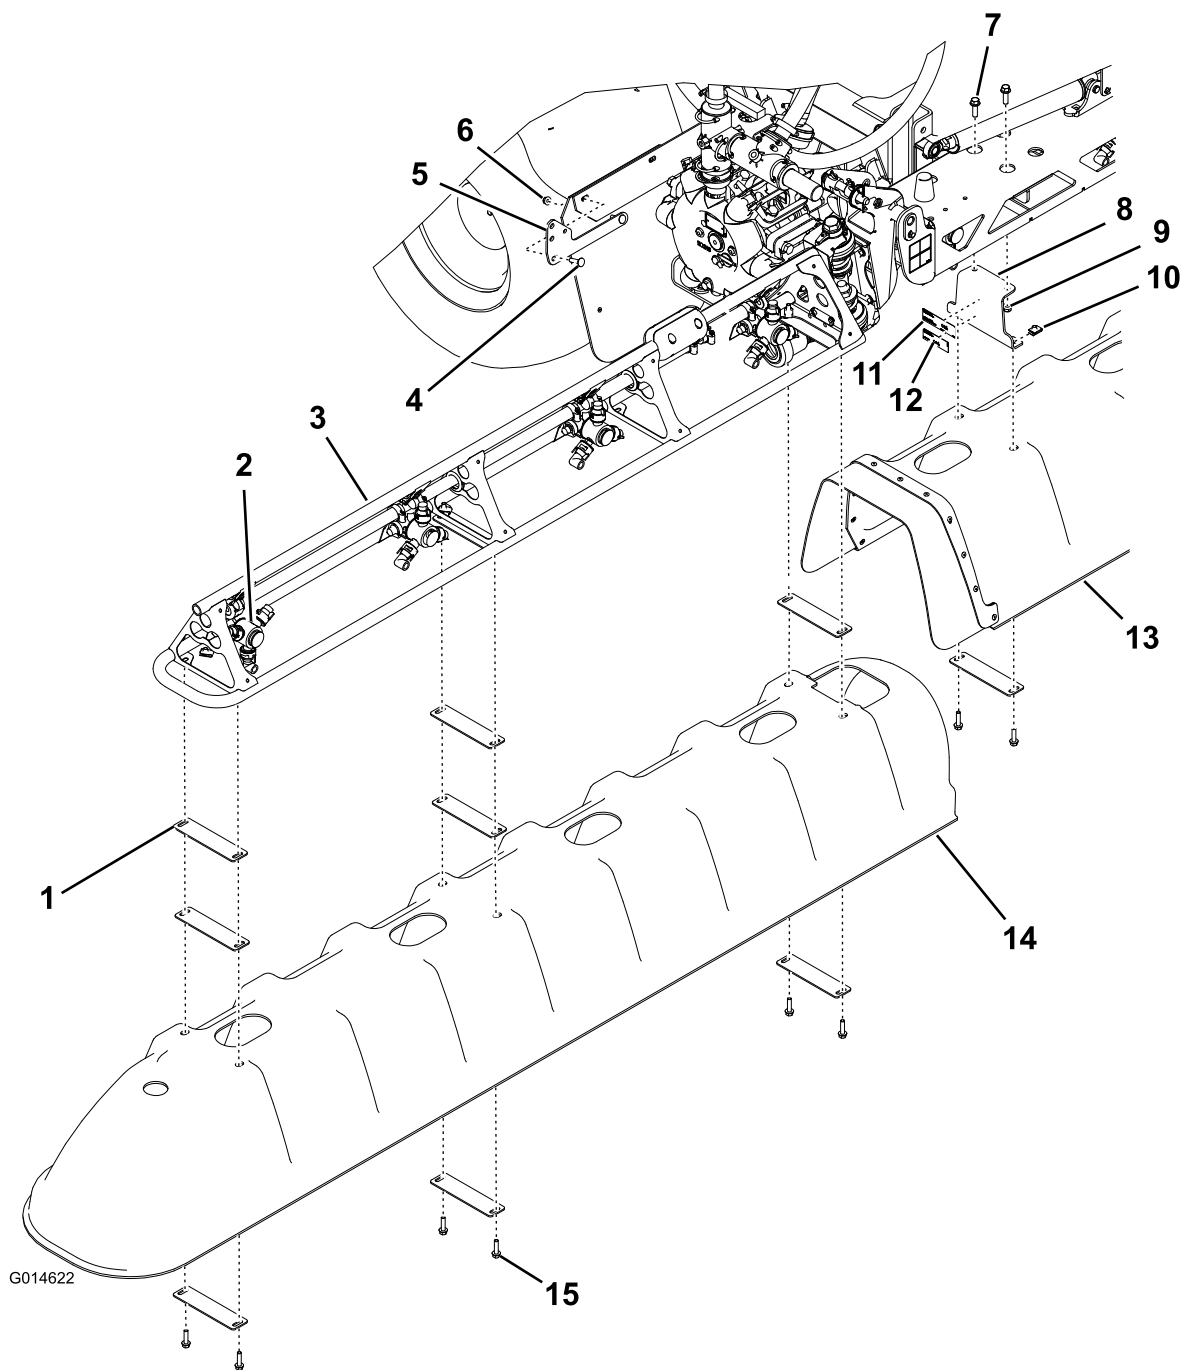

図 1
1. 中央ブーム・ブラケットのひとつに、銘板デカルと規制関係デカルを、図 1 のように取り付ける。
2. 中央ブラケット（2個）を、図 1 のように取り付ける；六角ヘッドねじ（3/8 x 1-1/4 インチ）2本とフランジ・ナット（3/8 インチ）2個を使用する。
3. 中央ブーム・ブラケットに中央カバー・アセンブリを 図 1 のように取り付ける；Uナット4個、ワッシャ・プレート2枚、六角ヘッドねじ（5/16 x 1-1/4 インチ）4本を使用する。
2. ウイング・ブーム・カバー（図 1）のひとつを取り付ける；ワッシャ・プレート8枚、六角ヘッドねじ（5/16 x 1-1/4 インチ）6本、Uナット6個を使用する。
1. ドレン・バルブ取り付けブラケットを 図 1 のように車体に取り付ける；キャリッジねじ2本とフランジ・ナット（5/16 インチ）2個を使用する。
2. ドレン・バルブを、現在の位置から取り付けブラケット（図 1）へ移動させる；現在使われているリンチ・ピンとランヤードを使用する。